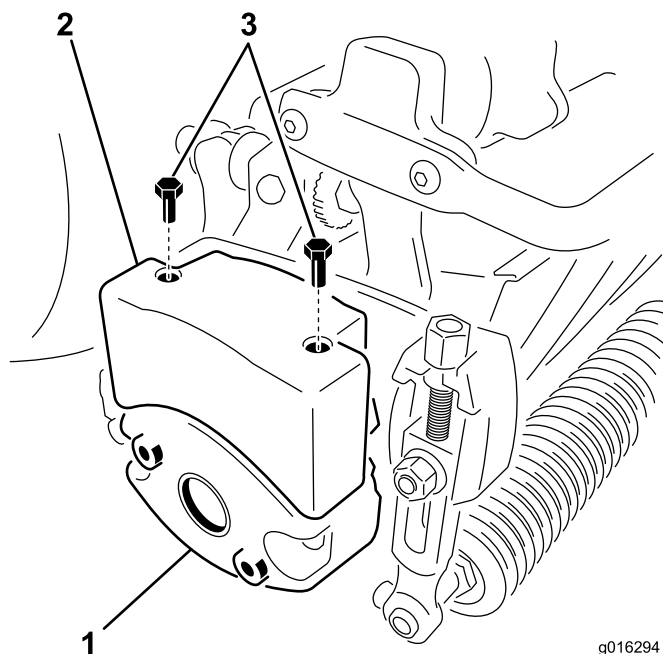

Figura 10
4. Retire los 2 pernos que sujetan el peso al costado de la unidad de corte. (Figura 10)
6. Instale un peso superior en el peso de la unidad de corte usando 2 tornillos de cabeza hueca hexagonal (Figura 10).